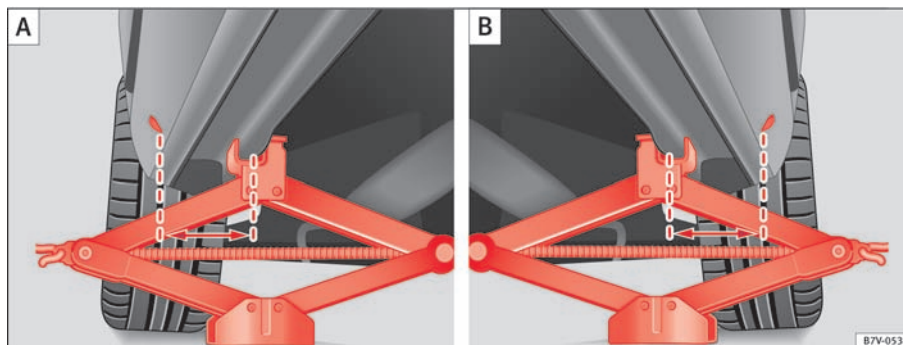

Fig. 181 (A): Sådan sættes donkraften på forrest på venstre side af bilen; (B): Sådan sættes donkraften på bagest på venstre side af bilen.
kanter ⇒ Fig. 181. Du skal altid anvende det løftepunkt, der er tættest på det hjul, der skal skiftes ⇒ ⚠.
7. Kontroller, om donkraftens fod hviler sikkert med hele sin flade på jorden, og at donkraftens fod er placeret lige under løftepunktet ⇒ Fig. 181.
8. Ret donkraften ud, og drej den samtidig så højt op, at dens griber får fat i kanten under bilen ⇒ Fig. 181.
- Sæt kun donkraften på de beskrevne steder. Det er vigtigt, at donkraftens griber får sikkert fat i kanten på panelet ⇒ Fig. 181.